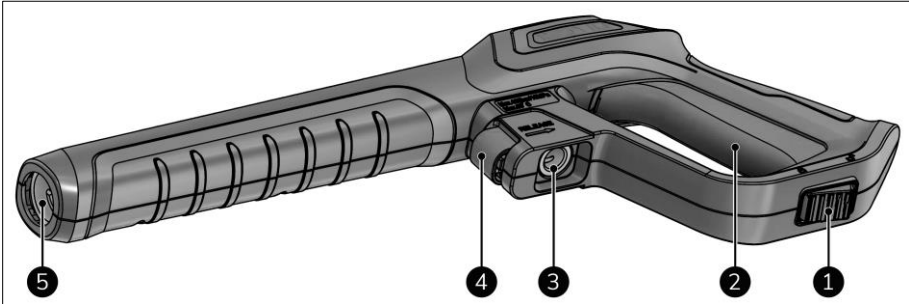

Abbildung 6
3. Entriegeln Sie die Sicherheitssperre unter dem Auslöser (Abbildung 6, Pos. 1).
4. Drücken Sie den Auslöser (Abbildung 6, Pos. 2) einige Sekunden lang, um die Luft aus dem Schlauch zu entfernen.
3. Drücken Sie den Auslöser (Abbildung 6, Pos. 2) und starten Sie die Reinigung.
1. Gegebenenfalls den Auslöser betätigen (Abbildung 6, Pos. 2).
2. Verriegeln Sie die Sicherheitssperre unter dem Auslöser (Abbildung 6, Pos. 1).